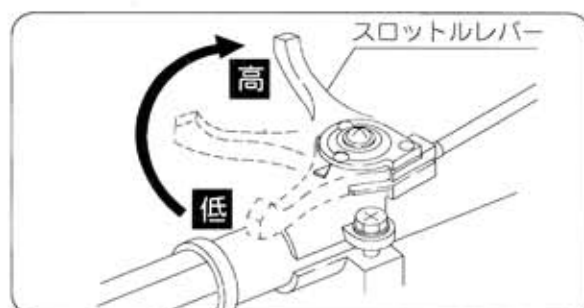

図11
- 1 スロットルレバーをゆっくり「低」から「高」位置にします。(図11)